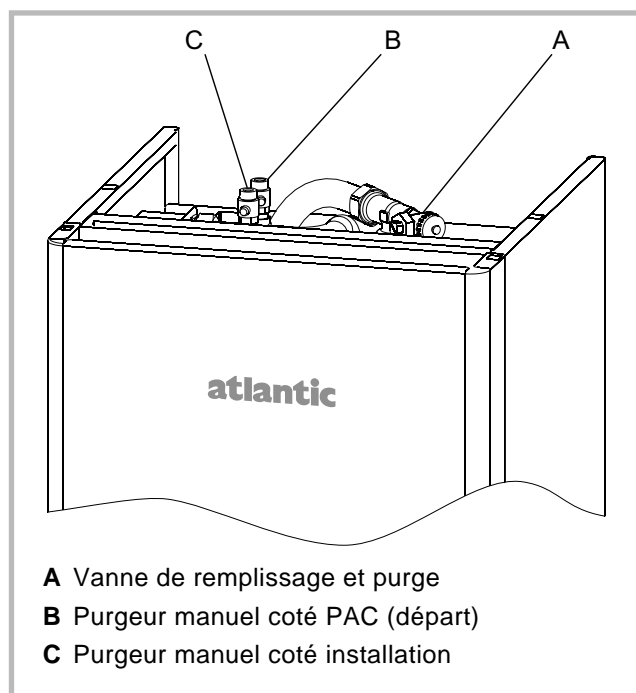

Figure 8 - Purgateurs
- Ouvrir le purgeur côté PAC (rep. B, fig. 8).
- Raccorder un flexible sur le robinet (rep. A, fig. 8).
- Purger une dernière fois avec le robinet de purge (rep. A, fig. 8)